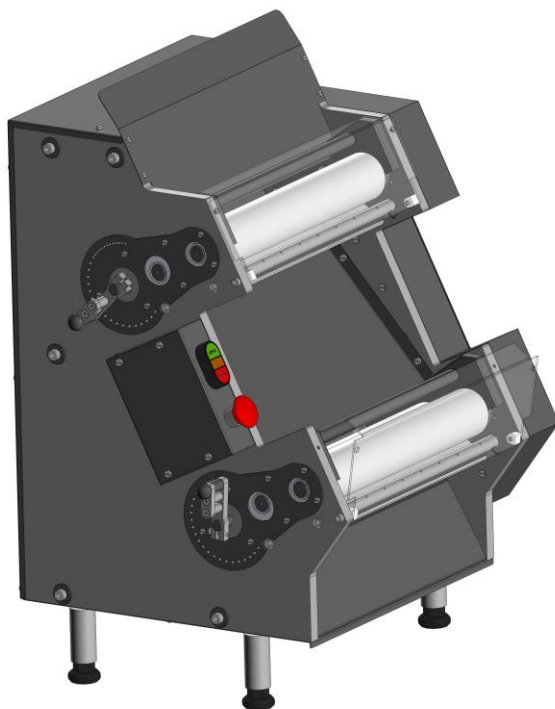

Рис.1
4.1 Машина (см. рис.1) выполнена в виде колонны с двумя, расположенными друг над другом, парами валиков, (защищённых от прямого доступа оператора откидными прозрачными защитными кожухами) для проведения ступенчатой раскатки порционных тестовых заготовок. В верхней части Машины расположен подающий склиз. Под каждой парой раскаточных валиков находится склиз для выхода раскатанной заготовки. С левой стороны Машины расположены две ручки, позволяющие выставить регулируемый зазор между валиками каждой ступени, необходимый для работы. Машина оснащена регулируемыми по высоте ножками.